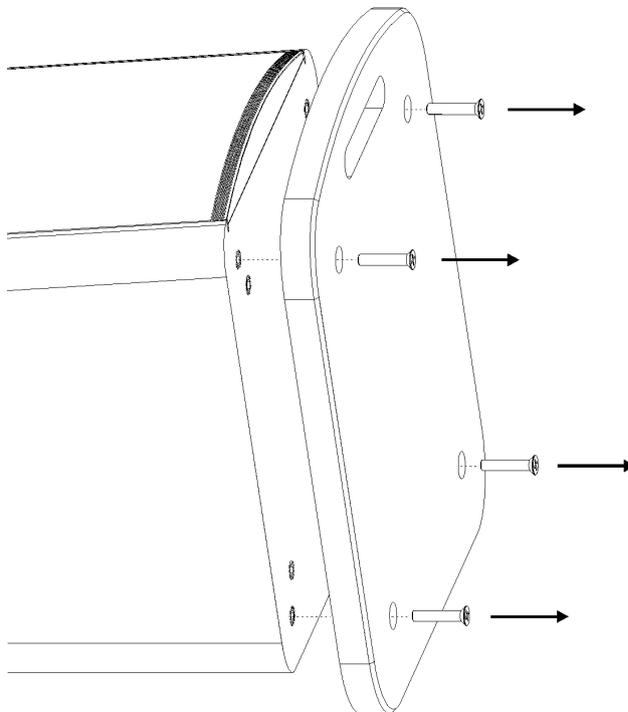

Abb. 1
- Entfernen Sie die 4 Schrauben und die Transportplatte wie in Abb.1 gezeigt.